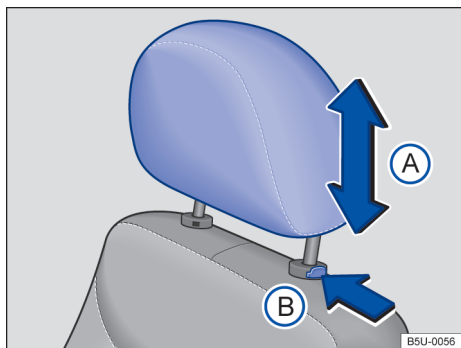

Fig. 63 Ajustar o apoio para cabeça dianteiro.
- Empurrar o apoio para cabeça para cima ou para baixo na direção da seta → Fig. 63 (A) → ⚠ em *Introdução ao tema* na página 73.